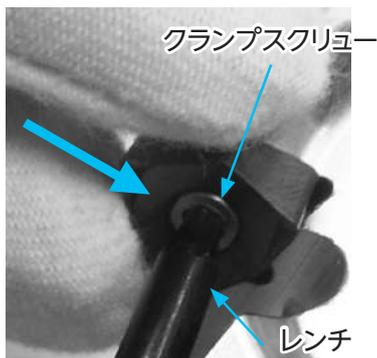

Fig. 1
- ・レンチ先端にクランプスクリューを取付け、チップを拘束面方向に軽く押し当てながら締め込んでください (Fig. 1)